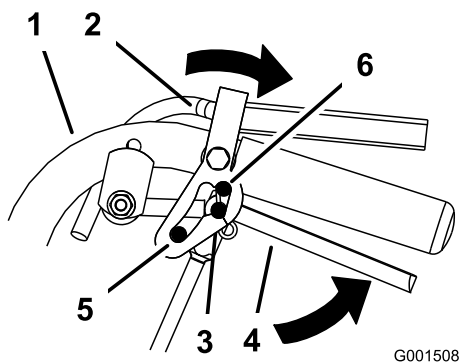

Рисунок 10
2. Поставьте большие пальцы рук на верхние части фиксаторов и переведите их назад так, чтобы штифты вошли в нейтральное положение (Рисунок 10).